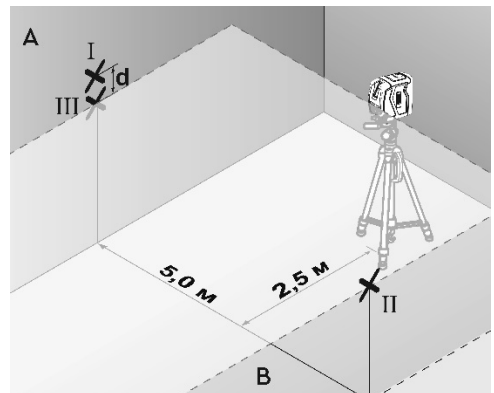

Рисунок 8
3.4.4 Вирівняйте прилад по висоті таким чином (за допомогою штатива або підмостивши що-небудь під нього), щоб середина лазерної лінії точно потрапляла на позначену раніше точку «II» на стіні «B» (дивіться рисунок 8).
3.4.5 Позначте на стіні «A» середину лазерної лінії як точку «III» (рисунок 8)(вертикально над точкою «I» або під нею).
3.4.6 Різниця «d» між двома позначеними на стіні «А» точками «I» та «III» – це фактичне відхилення приладу від горизонталі (рисунок 8).